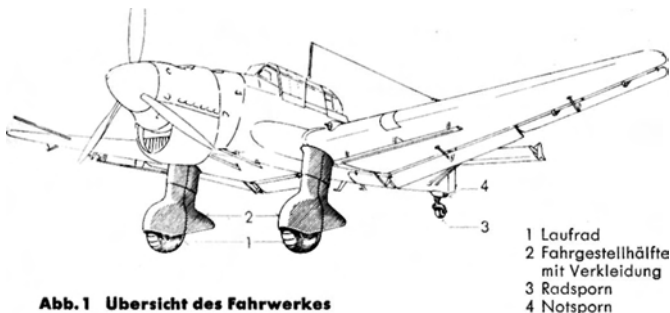

Abb. 1 Übersicht des Fahrwerkes
Das Fahrwerk (Abb. 1) besteht aus den beiden nicht einziehbaren und verkleideten Fahrgestellhälften (2), die am Tragwerkmittelstück eingespannt sind.